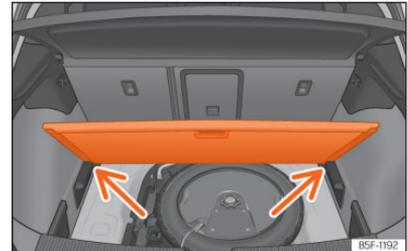

Abb. 184 Variabler Gepäckraumboden: geneigte Stellung.
- Legen Sie den Gepäckraumboden auf die dafür vorgesehenen Aufnahmen »» (Abb. 184) (Pfeile).